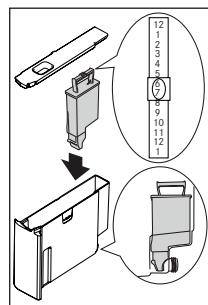

Fig. 37
- Deslize o ponteiro do indicador da data (consulte a Fig. 37) até aparecerem os meses de utilização (o filtro dura cerca de 2 meses).
- Introduza o filtro no reservatório de água e pressione-o até tocar no fundo do reservatório (consulte a Fig. 37).